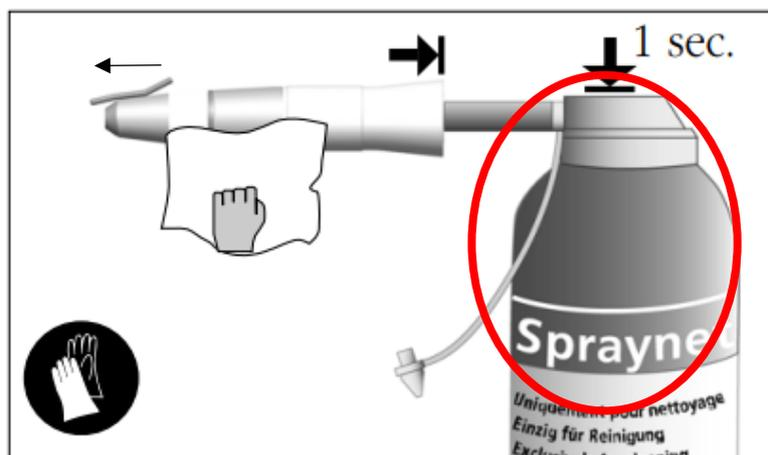

FIG. 9
5. Depois de selecionar o bocal adequado, pulverize o interior do dispositivo com Spraynet® (FIG. 9).